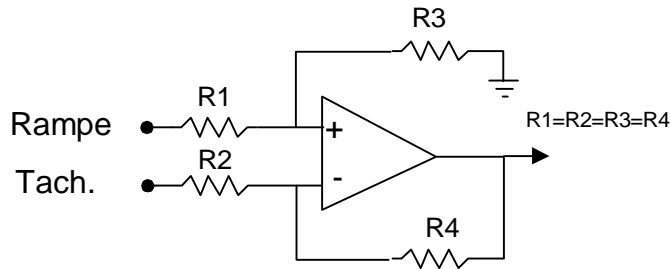

FIGURE 4-11 COMPAREUR D'ERREUR
- **Le comparateur** (Figure 4-11)